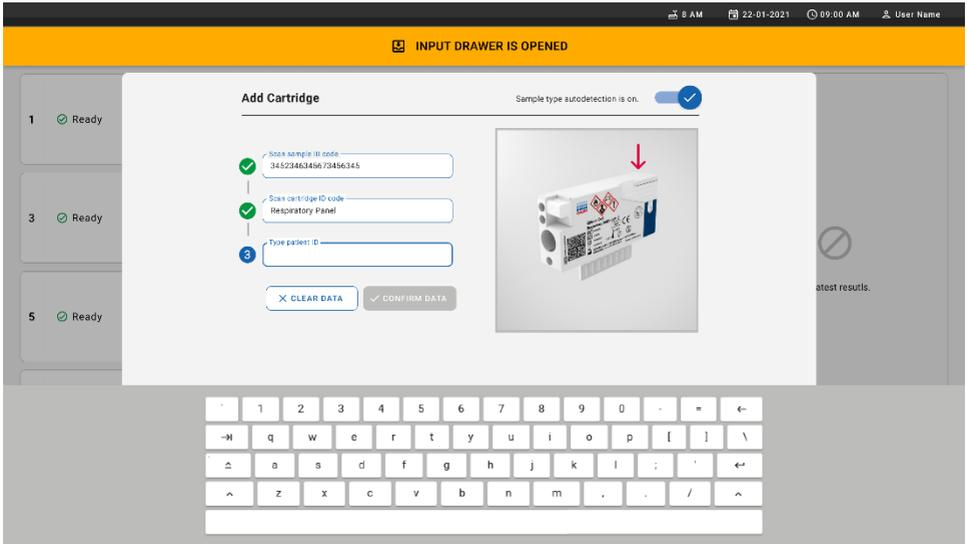

Figure 24. Lecture de l'écran d'ID de la QIAstat-Dx Respiratory SARS-CoV-2 Panel Cartridge.
8. Après avoir saisi l'ID du code-barres de l'échantillon, scannez le code-barres de la QIAstat-Dx Respiratory SARS-CoV-2 Panel Cartridge à utiliser (position indiquée par la flèche). Le QIAstat-Dx Rise reconnaît automatiquement le dosage à effectuer, en fonction du code-barres de la QIAstat-Dx Respiratory SARS-CoV-2 Panel Cartridge (figure 24).